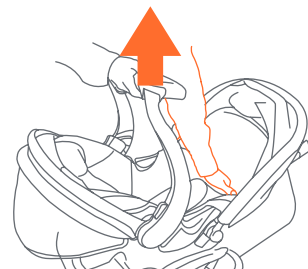

Fig. 19
19) • Pour supprimer les sièges d'auto pour nourrisson, relâchez agrafe courte et presser la poignée située au pied de fin du siège et soulevez la hausse sur le siège (Fig. 19).